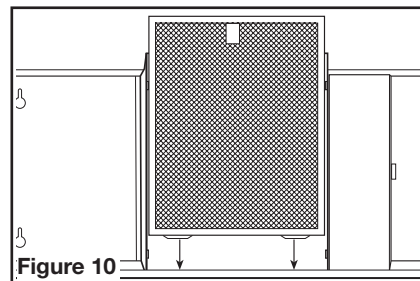

Figure 10
- Installer les filtres en ajustant le filtre dans le canal de la hotte et en le glissant vers l'arrière jusqu'à ce qu'il soit arrêté contre l'arrière de la hotte (Figure 10).